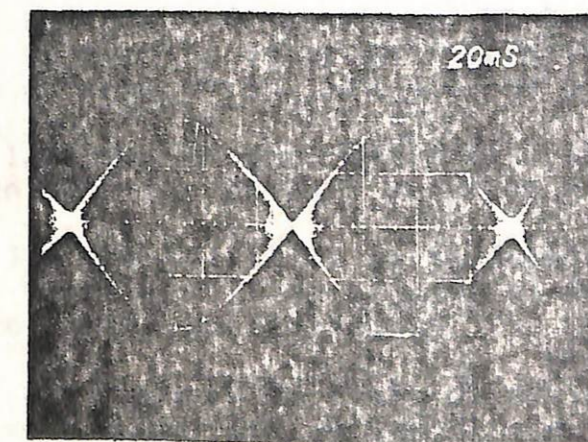

FIGURA 9 ALINEAMIENTO DEL CABEZAL
e) Los dos obulos deben ser con 70% de amplitud entre uno y otro. Referirse a la figura 9.
h) Cuando los lobulos son de igual amplitud, ajuste los tornillos del soporte del motor. Referirse a la figura 9. Chequear el ajuste, luego de haber hecho ir y venir el el cabezal en varios pasos sucesivos.(del track "00" a "4C").